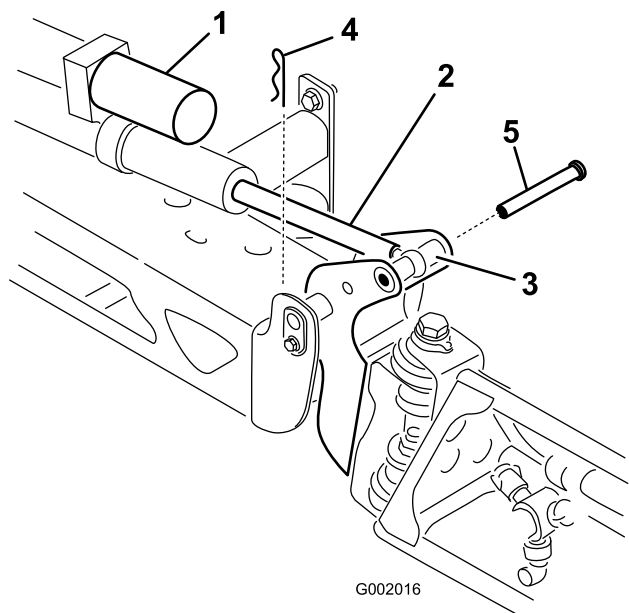

図 44
2. ピボット・ピンからコッター・ピンを抜き取る(図 44)。
ながら、ブームのピボットとアクチュエータ・ロッドにピンを通す(図 44)。
3. ブームを持ち上げて、ピンを外す(図 44)。ブームをゆっくりと床まで降下させる。